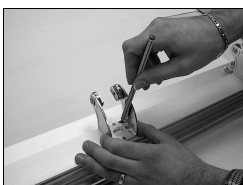

Рис. 2
- B. Поместите опорный кронштейн двигателя в положение на краю неподвижной части на одной линии с центральной линией, ранее отмеченной карандашом, и нанесите карандаш на четыре отверстия, которые будут использоваться для фиксации (Рис. 2).
- B. Расположите опорный кронштейн двигателя на краю рамы подвижной части на одной линии с центральной линией и проследите в четырех отверстиях, которые будут использоваться для крепления (Рис. 2).